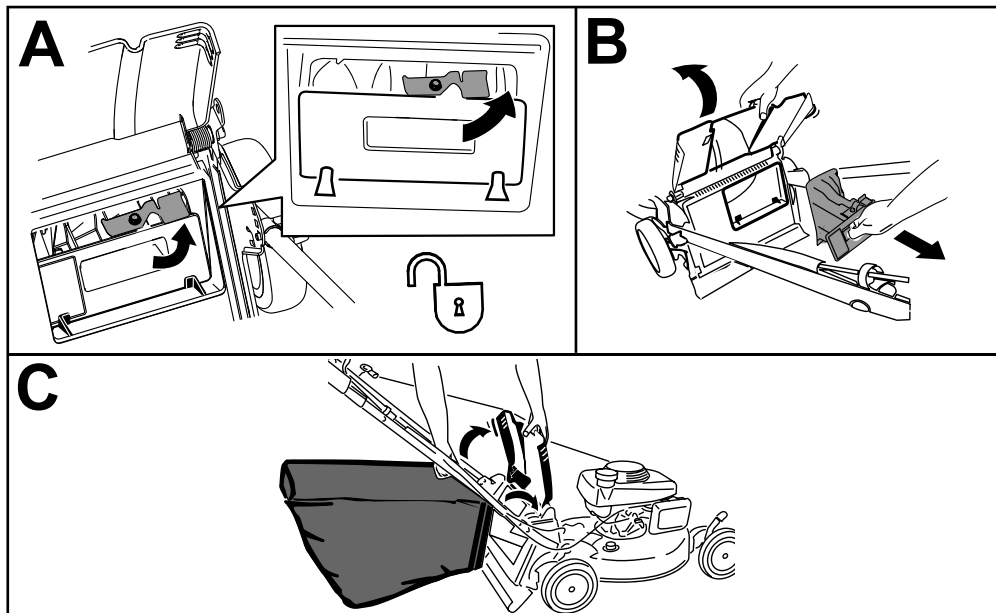

Figure 16
Remarque: Pour déverrouiller l'obturateur arrière, tournez le levier vers la droite (Figure 16).
1. Soulevez le déflecteur arrière et maintenez-le dans cette position, puis déverrouillez l'obturateur arrière (encadré A de la Figure 16).
2. Retirez l'obturateur arrière (encadré B de la Figure 16).
3. Accrochez le bord supérieur avant du bac aux ergots sur les crans des supports de poignée (encadré C de la Figure 16).